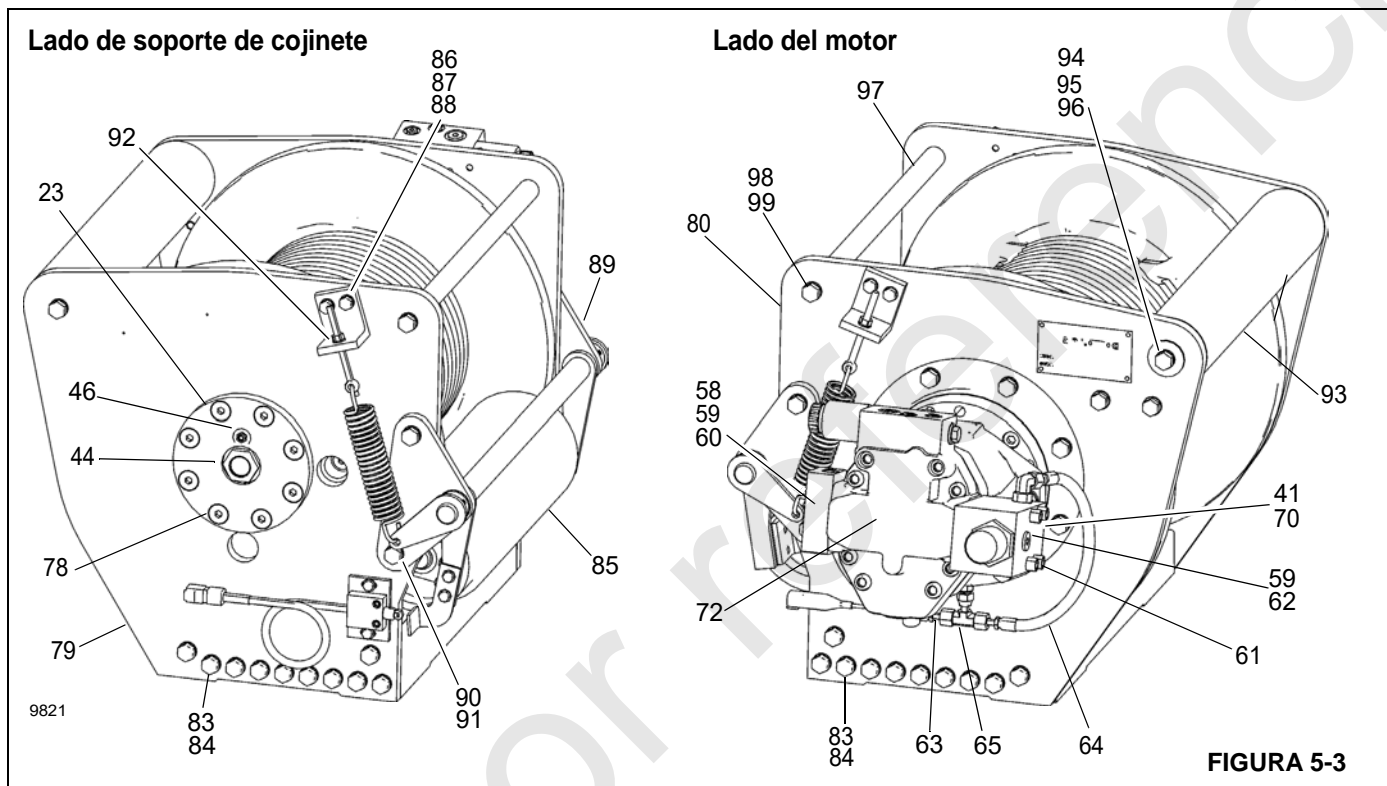

FIGURA 5-3
3. Retire el conjunto de rodillo (85, Figura 5-3). Para obtener más información, consulte *Conjunto de rodillo*, página 5-9.
5. Retire la mirilla de nivel de aceite (44).
6. Retire el tapón de ventilación (46).
8. Marque y retire las mangueras hidráulicas (63 y 64) que conectan la válvula del freno (62) y el colector (60) al cilindro del freno (1).
9. Retire los pernos (70) y las arandelas de seguridad (41) que sujetan el motor (72) y levante el motor para retirarlo del malacate. Retire y deseche el anillo "O" (33) instalado en el piloto del motor.
10. Marque y retire las mangueras (63 y 64) y los adaptadores (65) de la lumbrera de liberación del cilindro del freno.
13. Retire los pernos (40) y las arandelas (41) del cilindro de freno e instale dos pernos y un tramo corto de cadena en los agujeros para pernos de montaje del soporte del motor. Usando la cadena como manija, levante el cilindro del freno (1) para sacarlo del tambor y la base, con cuidado de no dañar las superficies de sellado o de los cojinetes. Consulte *Cilindro de freno*, página 5-9 para obtener información adicional.
14. Retire la placa del extremo del motor (80).
15. Usando dos palancas con talón colocadas entre el portaplanetarios principal y el cierre del tambor, apalanque hacia arriba para retirar el cierre del tambor (25). Retire y deseche el anillo "O" (28) de la parte exterior del cierre del tambor (25). Algunos cierres de tambor tienen agujeros de elevación roscados de 3/8-16 que se pueden usar en lugar de las palancas con talón.
16. Retire el sello (29) y el cojinete (26) de la parte interior del cierre.
17. Retire el engranaje solar principal (35) y la arandela de empuje (31) del portaplanetarios principal (10).
18. Retire el portaplanetarios principal (10) del tambor. Consulte *Grupo de planetarios*, página 5-10 para obtener información adicional.
19. Retire el engranaje solar de salida (34) y la arandela de empuje (43) del portaplanetarios de salida (16).
20. Retire el portaplanetarios de salida (16) del tambor. Consulte *Grupo de planetarios*, página 5-10 para obtener información adicional.
21. Coloque el malacate sobre el extremo del motor, con el soporte de cojinete hacia arriba. Retire ocho pernos de soporte del cojinete (78, Figura 5-3) y el soporte del cojinete (23, Figura 5-3 y Figura 5-4) teniendo cuidado de no dañar las superficies de sellado o del cojinete.
22. Deslice el tambor fuera de la base, colóquelo en un banco de trabajo y retire el sello (27) y el cojinete (26) del extremo del soporte.
Consulte la Figura 5-3 y Figura 5-4, y la lista de piezas del malacate en la página 5-7 para desarmar el malacate.
14. Instale las mangueras (63 y 64, Figura 5-3) y adaptadores (65) en la lumbrera de liberación del cilindro del freno.
16. Engrane el eje del motor con la pista interior del embrague del freno y baje el motor a su lugar. Apriete los pernos (70) y las arandelas de seguridad (41) al par de apriete recomendado.
17. Instale las mangueras (63, 64, Figura 5-3) que conectan el colector (60) y la válvula del freno (62) al cilindro del freno (1).
18. Instale el conjunto de rodillo (85). Para obtener más información, consulte *Conjunto de rodillo*, página 5-9.
20. Instale la mirilla de nivel de aceite (44).
21. Instale el tapón de ventilación (46)